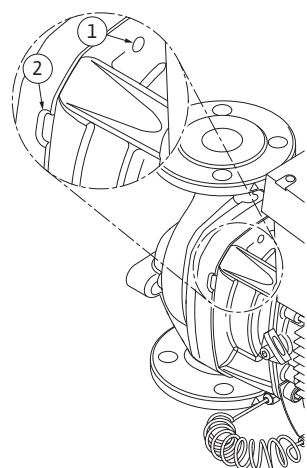

Fig. 50: Gänghål och spår för att avlägsna instickssatsen från pumphuset
- Avlägsna instickssatsen (se Fig. 13) från pumphuset. Här bör två gänghål (Fig. 50, pos. 1) användas, särskilt för att lossa fästet. Skruva in lämpliga skruvar i gänghålen för att lossa fästet. Om instickssatsen är lättgående kan dessutom skåror (Fig. 50, pos. 2) mellan pumphuset och lanternan användas vid avlägsnandet (använd t.ex. två skruvmejslar som hävarm). När instickssatsen har tryckts ut ca 15 mm förs den inte längre i pumphuset.